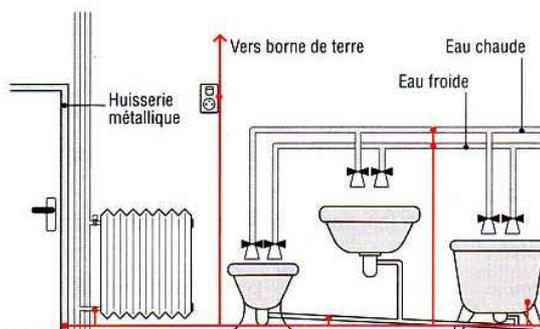

Fig. 19 : Liaisons équipotentielles.
4.5. Liaisons équipotentielle (fig. 19)